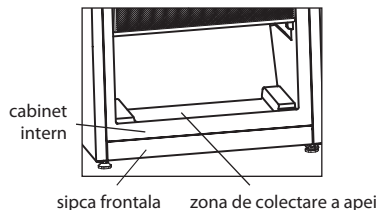

Figura 6 - Colectarea apei topite
4.1 La dezghetarea congelatorului, apa dezghetata trebuie indepartata din zona de colectare in conformitate cu figura 6, cu un material ce usor absoarbe umezeala, pe masura ce se dezgheata capacul de zapada. Apoi spalati congelatorul si stergeti-l uscat.